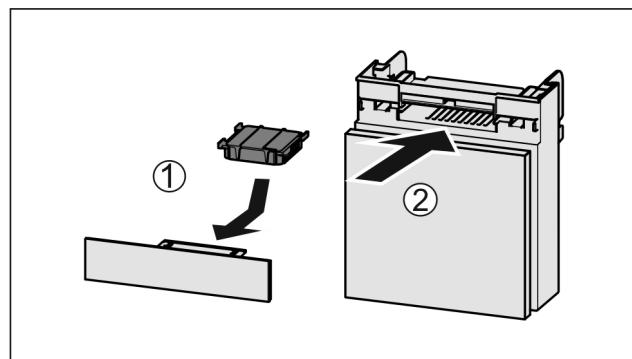

Fig. 99
- Filtr s aktivním uhlím vložte podle vyobrazení Fig. 99 (1).
- Zásuvku zasuňte Fig. 99 (2).